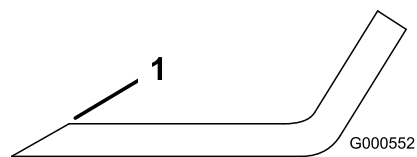

Figura 64
- Utilice una lima para afilar el filo de corte en ambos extremos de la cuchilla (Figura 64).
Nota: Si la cuchilla no está equilibrada, rebaje algo del metal en la parte de la vela solamente con una lima (Figura 64).